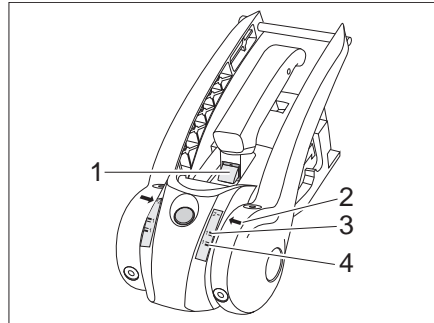

Fig. 157 Contrôle d'usure des garnitures de friction
- Lorsque le marquage vert est visible (Fig. 157,1), les garnitures de friction à l'avant et à l'arrière sont encore en ordre. Si le marquage vert n'est plus visible, les garnitures de friction doivent être remplacées.
- Si la flèche (Fig. 157,2) en dessous du marquage d'arrimage en douceur 1 est verte, (Fig. 157,4) les garnitures de friction à droite et à gauche sont en ordre. Si la flèche (Fig. 157,2) au-dessus du marquage d'arrimage en douceur 1 est rouge (Fig. 157,3), les garnitures de friction doivent être remplacées.
- Lorsque le marquage vert est visible (Fig. 157,1), la rotule d'attelage est en ordre. Si le marquage vert n'est plus visible, le diamètre de la rotule d'attelage est < 49 mm et la rotule d'attelage doit être remplacée.